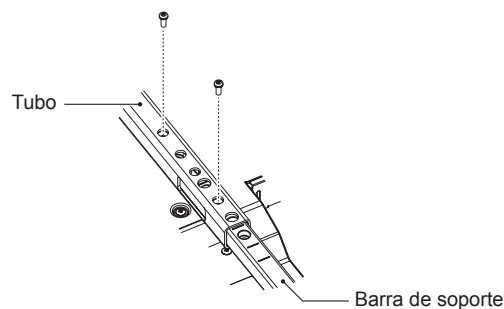

Figura 2
2. Instale la barra de soporte y el tubo con los tornillos que se incluyen. Atornille los dos tornillos en los agujeros del tubo (Figura 2).